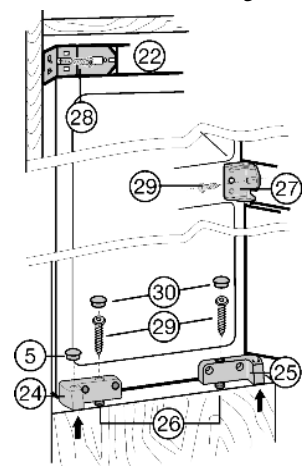

Fig. 15
- ▶ Fissare l'apparecchio in alto: Spingere l'apparecchio contro il mobile e avvitare con la vite per truciolare Fig. 15 (28) fatta passare attraverso la squadra di fissaggio Fig. 15 (22).
- ▶ Fissare l'apparecchio al centro: tramite la squadra di fissaggio Fig. 15 (27) e la vite per truciolare Fig. 15 (29).
- ▶ Fissare l'apparecchio in basso: con le viti per truciolare Fig. 15 (29) per mezzo delle viti di regolazione Fig. 15 (26) nel supporto cuscinetto Fig. 15 (24) e supporto cuscinetto Fig. 15 (25).